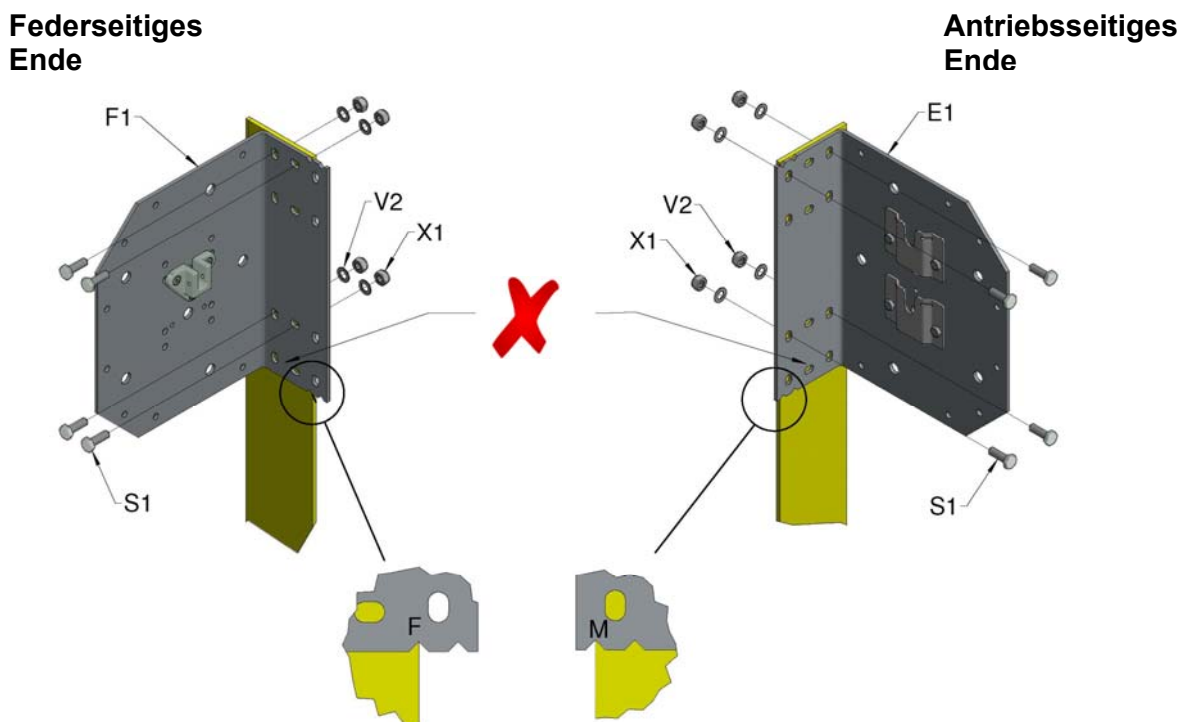

Abbildung 3: Positionierung der oberen Halterung
- Schablone verwenden und die Federhalterung (F1) sowie die Halterung für das Antriebsende (E1) mit den M10-Schrauben (S1) auf der erforderlichen Höhe befestigen. Die unteren Löcher dürfen nicht verwendet werden: Die Schrauben könnten das Aufrollen des Tür behindern. Die Halterungen sind entsprechend der bei Bestellung des Tür angegebenen Motorposition vormontiert. Die Tür ist so konzipiert, dass die Oberkanten der Führungsschienen direkt unter den Halterungen montiert werden sowie bei der Federhalterung auf den Buchstaben F' und bei der Antriebshalterung auf den Buchstaben M' ausgerichtet sind (Abbildung 3). Bei der Montage der Halterungen muss unbedingt darauf geachtet werden, dass diese **gerade und aufrecht sowie rechtwinklig zum Gebäude montiert werden**.